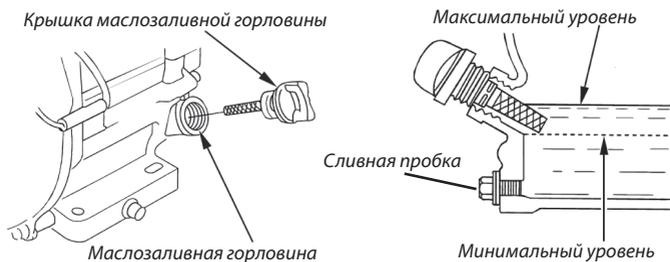

Рис. 2
**Проверка уровня масла** (кроме SRGE 1000iT) (Рис. 2).